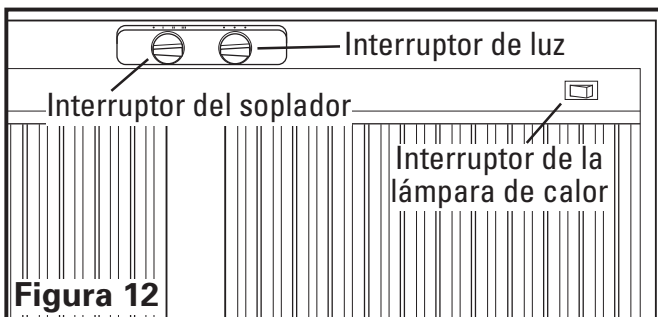

Figura 12
Su Campana Extractora está equipada con dos interruptores rotativos, uno para controlar la luz y el otro para controlar el soplador del ventilador de escape. El interruptor de luz tiene tres posiciones, ALTA (☼), BAJA (☾), y APAGADO (●). El interruptor del ventilador tiene cuatro posiciones, APAGADO (●), ALTA (I), MEDIA (II), y BAJA (III) (**Figura 12**).
Controles de la Lámpara de Calor: Los modelos equipados con lámparas de calor vienen con dos interruptores oscilantes de Encendido/Apagado ubicados en la parte frontal inferior de la campana para un control independiente de las lámparas de calor (**Figura 12**).